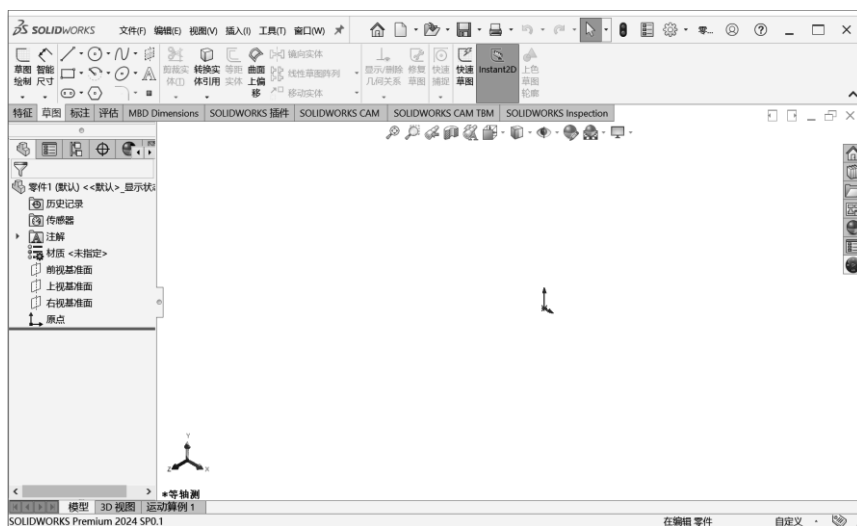

图1-7 新零件的工作界面
- 02** 单击“确定”按钮，即可进入SolidWorks相应的工作环境。例如，选择（零件）文件模板后，再单击“确定”按钮就可以进入新零件的工作界面，如图1-7所示。